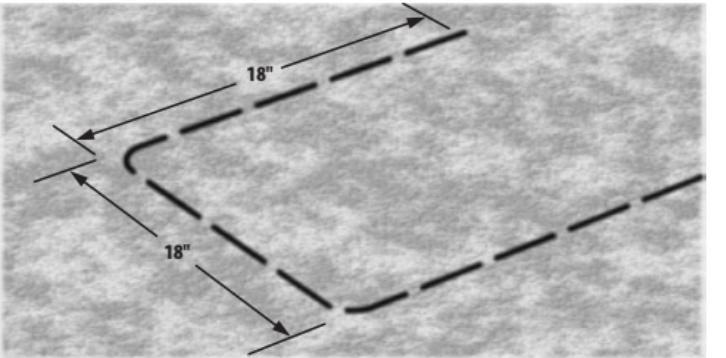
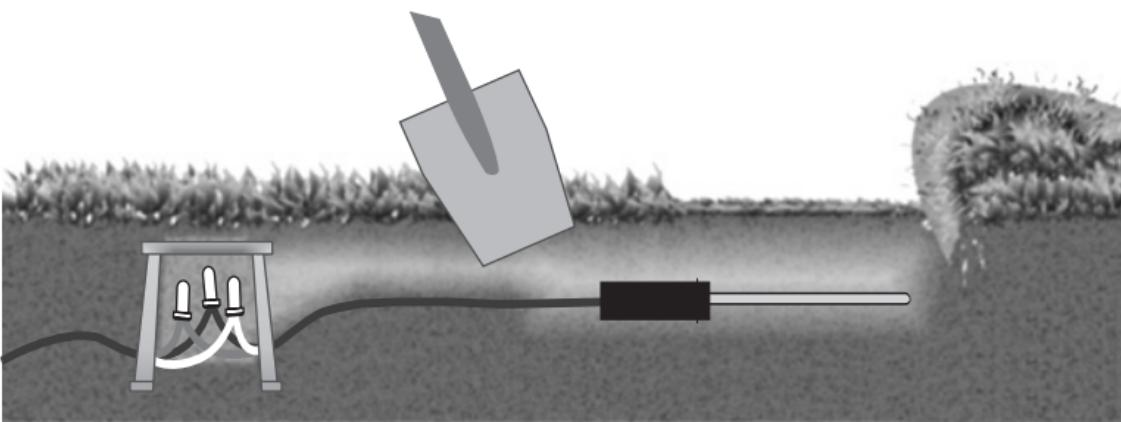

Figura 3
Figura 4
- Utilizando una pala recta, trace tres lados de un cuadrado de 45 cm de ancho por 45 de largo y 15 cm de fondo (18"x18"x6"). La hendidura debe tener forma de U (consulte la figura 3) Hunda la pala bajo el césped unos 10 cm (4") y enrolle la capa de césped para dejar al descubierto la tierra a unos 8-10 cm de profundidad (3"- 4"). Aproximadamente a 15 cm (6") de uno de los lados de esta abertura, cave una abertura similar y un agujero lo suficientemente grande para alojar una arqueta de 18 cm (7"). Esta caja de válvula (cuadro de cableado) se utilizará para empalmar los cables adicionales desde el sensor hasta el cable zonal identificado en el paso 3. cave una zanja estrecha desde el lugar de la caja de válvula de 18 cm (7") hasta la base de la abertura cuadrada de 45 cm (18") realizada para el sensor (consulte la figura 4).